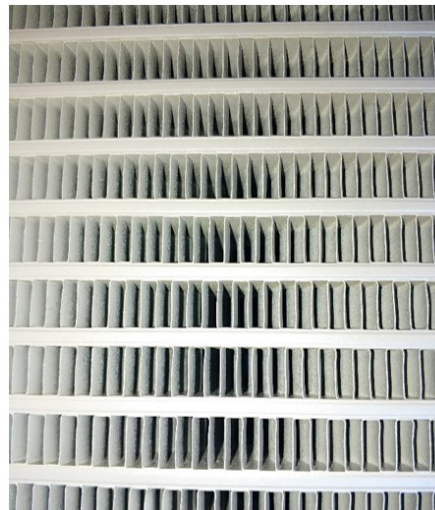

Рисунок 5.55. Соты радиатора
- ▶ Осмотреть соты блока радиаторов на наличие загрязнений рис. 5.55.